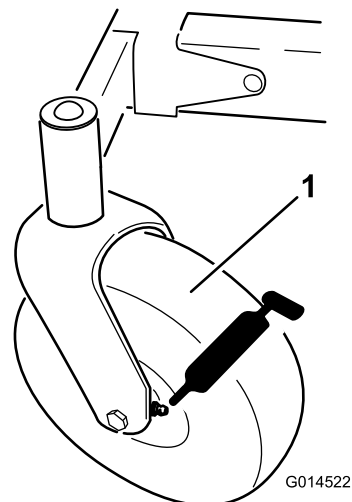
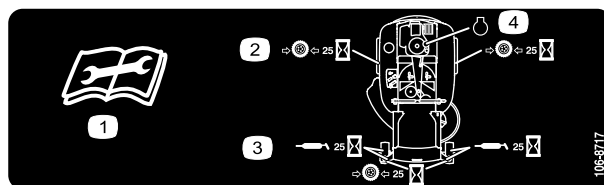

Figura 29
Figura 30
3. Limpe os encaixes de lubrificação (Figura 29 e Figura 30) com um trapo.
4. Ligue a pistola de lubrificação e coloque lubrificante nos bocais até começar a sair lubrificante dos rolamentos (Figura 29 e Figura 30).